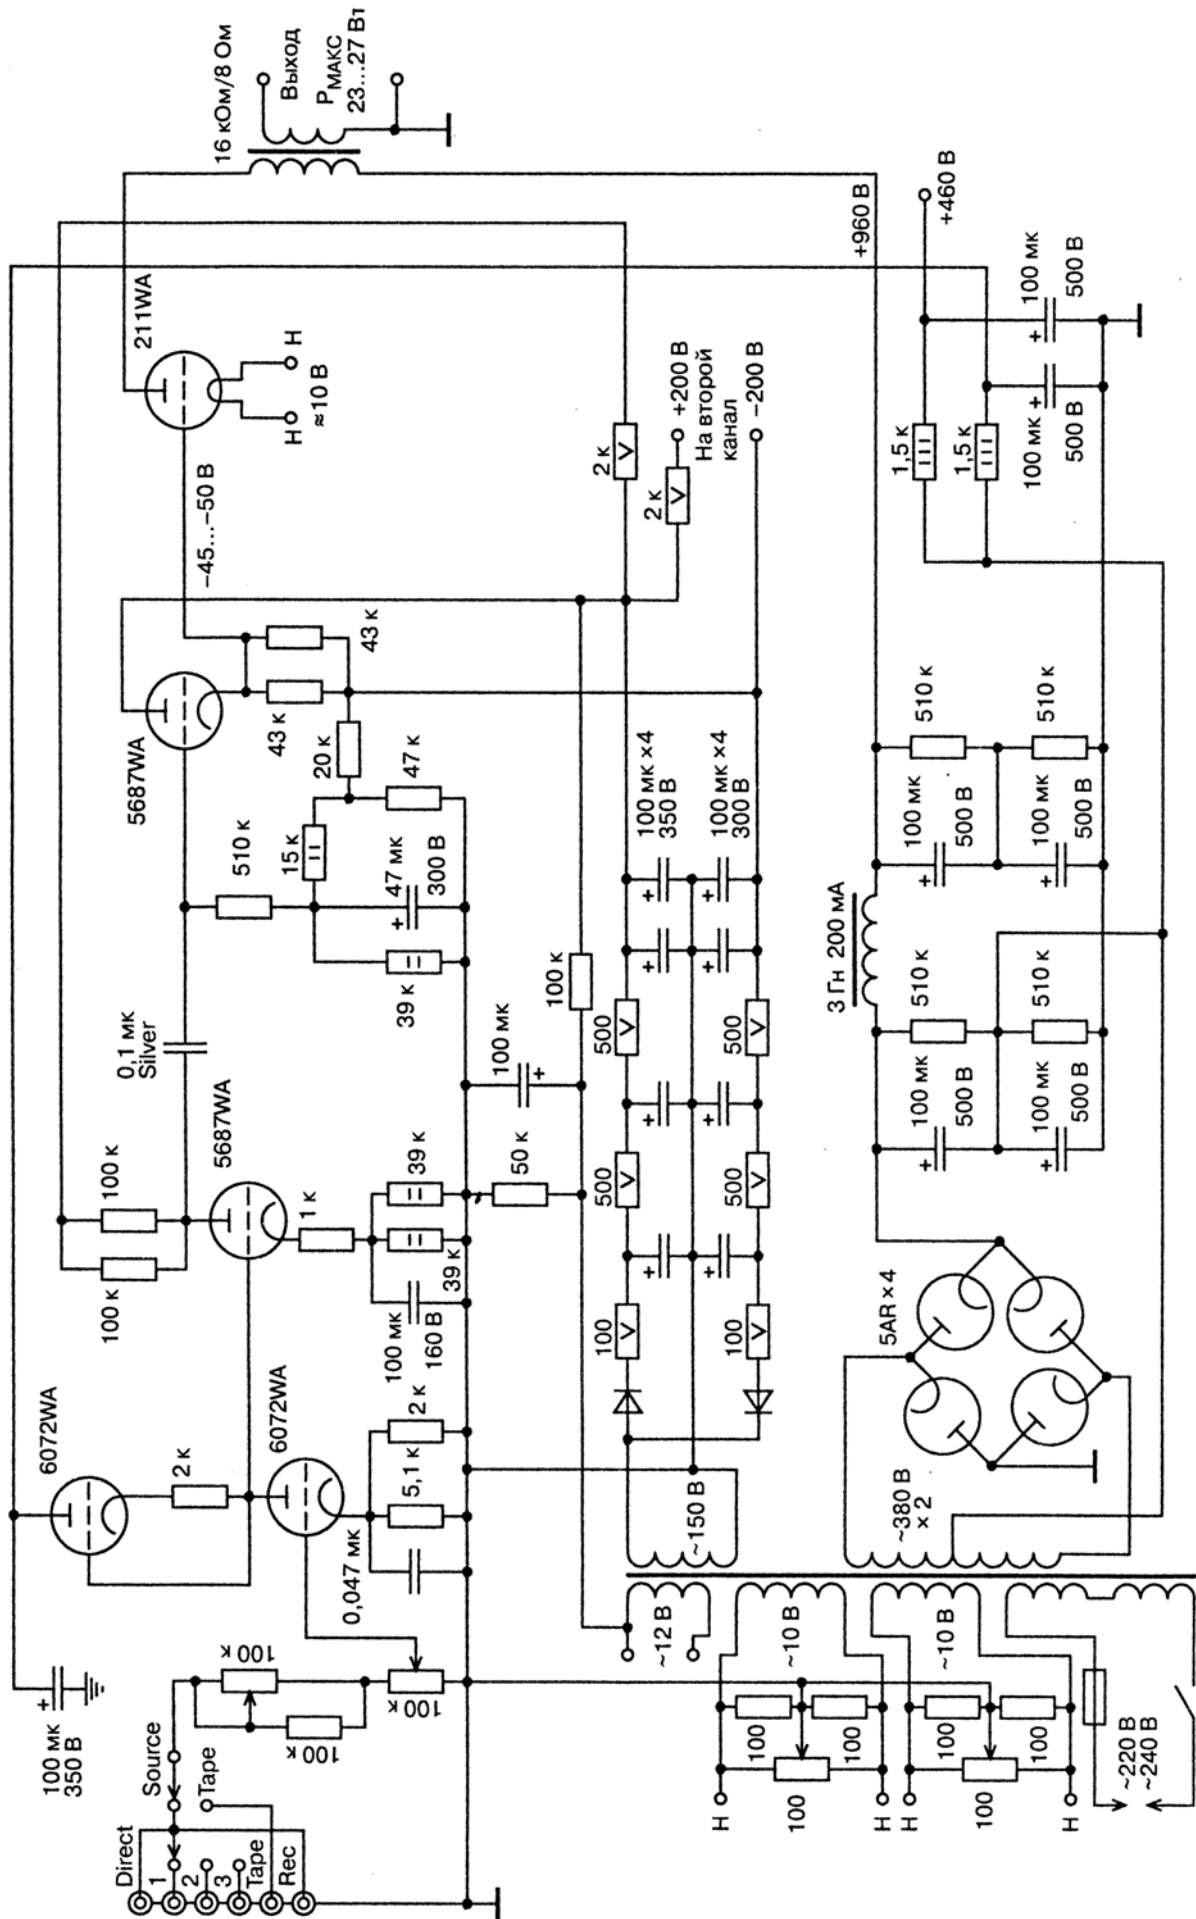

Рис. 2.19. Усилитель «Олгаки»
- ряд «экспертов» считает лампу «незвучащей», что весьма удивительно, т. к. Хирояши Кондо (руководитель фирмы «AudioNote Japan», разработчик экстракласса) применил аналогичную 5687 в знаменитом усилителе «Ongaku» (рис. 2.19).